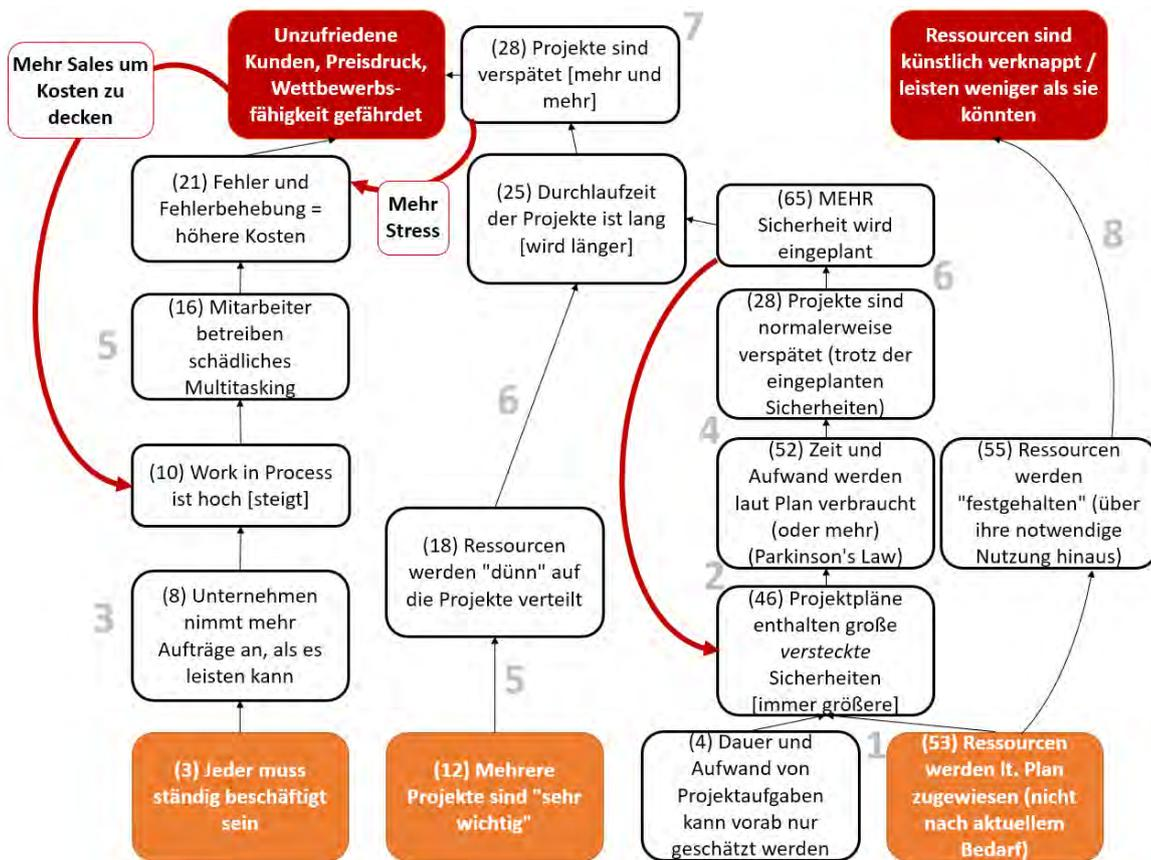

Bild 12: Executive Summary Tree mit unauffälligen Links (Nummern) zu den Einzelseiten mit Detailansichten des Gegenwartsbaums
3. Übertragen Sie nun die Aufteilung auf dem Ausdruck sinngemäß in Ihren Executive Summary Tree, z.B. indem Sie Links zu den Detailseiten an die entsprechenden Stellen platzieren (siehe Bild 12).